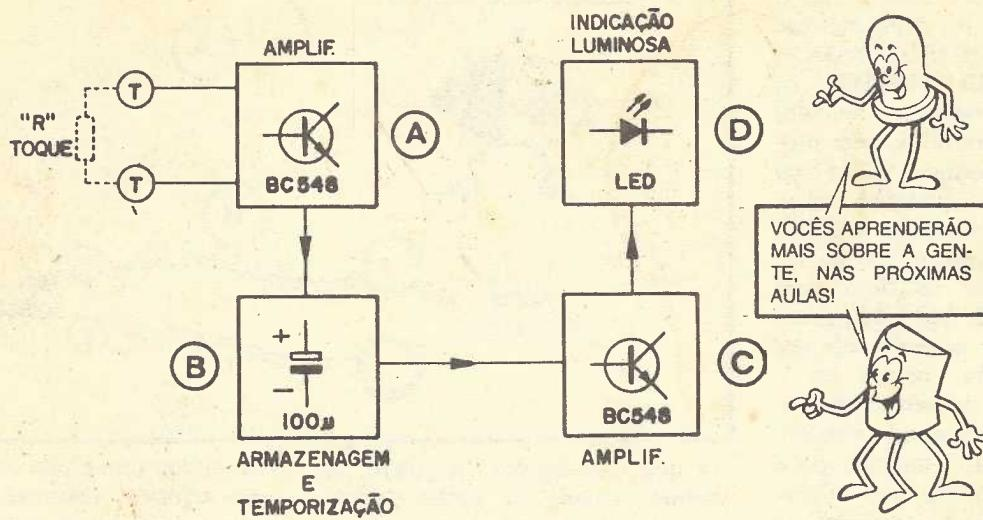
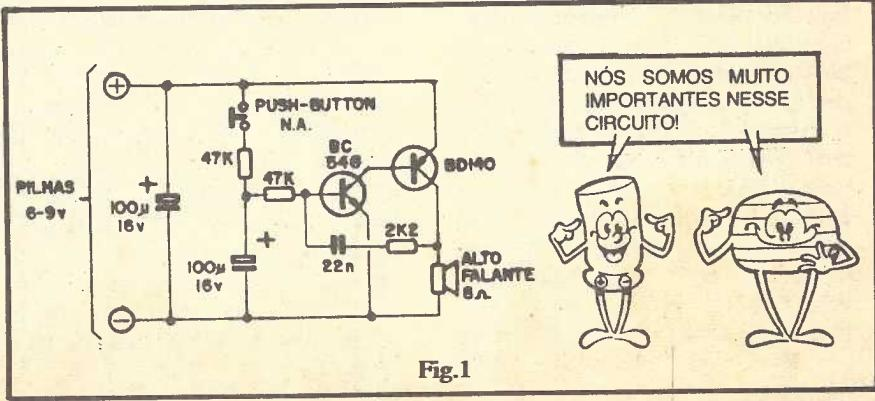

Fig.7
Fig.1
Mesmo antes de tomar conhecimento teórico mais profundo sobre certos componentes e configurações circuitais usadas no TEMPORIZADOR SENSÍVEL AO TOQUE, o Leitor/Aluno já pode ir "percebendo" coisas e aspectos importantes, através da análise atenta ao diagrama de blocos (fig. 7). Esse é o sistema de ensinar que adotamos aqui em ABC e que, na nossa opinião (lastreada em muitos anos de experiências nesse tipo de trabalho...) permite ao Leitor/Alu-
- FIG. 7 - Diagrama de blocos do circuito. Temos dois blocos com função amplificadora, cada um baseado num dos transístores BC548. O primeiro desses amplificadores (bloco A) eleva a pequena corrente proporcionada pela alta resistência da pele do operador ("R" TOQUE) de modo a permitir, assim que ocorra o toque, a rápida CARGA do capacitor de 100u (bloco B, de ARMAZENAGEM e TEMPORIZAÇÃO...). Depois de cessado o toque, conforme vimos na parte teórica sobre os capacitores, este (bloco B) "retém" a carga, mostrando em seus terminais, uma tensão próxima à da alimentação do circuito. Essa "carga" é então usada para "esvaziar-se" ou "esgotar-se", com relativa lentidão, através do resistor de 10K (ver fig. 1), observando a chamada CONSTANTE DE TEMPO (que também já vimos lá no começo da
presente Revista/Aula) e fornecendo corrente de excitação para o segundo transistor amplificador (bloco C), o qual, por sua vez, aciona o LED indicador, fornecendo-lhe corrente suficiente para o acendimento, enquanto durar a carga do capacitor/temporizador! Quando a carga no capacitor (bloco B) atinge níveis de tensão muito baixos, não é mais capaz de mandar, via resistor de 10K, uma corrente suficiente para que o transistor (bloco C) consiga amplificá-la em valor suficiente para o acendimento do LED (bloco D), com o que este último se apaga! Por enquanto é suficiente ao Leitor/Aluno saber isso, já estruturando mentalmente funções básicas e importantes do CAPACITOR num circuito... Quanto ao fenômeno da amplificação proporcionada pelos transístores, veremos isso brevemente, em Aula específica... Tenham um pouco de paciência, mas já vão tentando "intuir" o funcionamento geral dos blocos, cuja sequência fica bastante clara na fig. 7.
- FIG. 1 - Esquema do circuito. O Leitor/Aluno já deve estar, ainda meio inseguro, mas "melhorando" a cada nova interpretação, se tornando capaz de "ler" um diagrama esquemático... Sempre devemos lembrar que um esquema